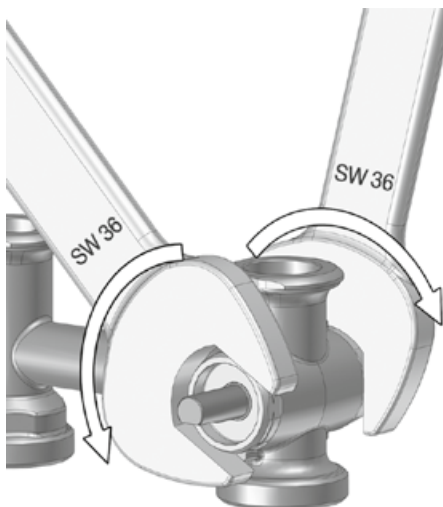

Fig. 19
3. Montare la boccola (1), il mandrino della valvola miscelatrice (2) e il tappo in ottone (3) sul corpo valvola come da fig. 19